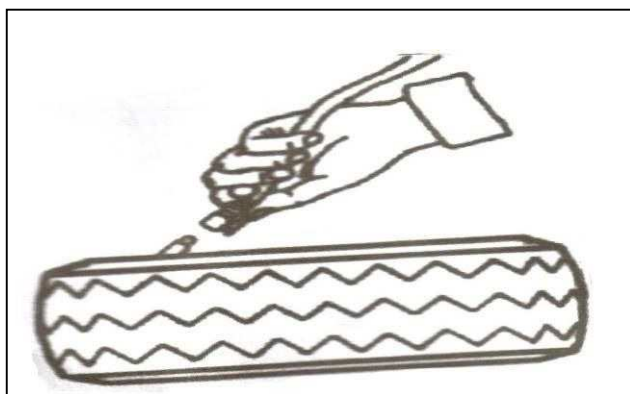

Рис. 23
2. Подсоедините шланг для накачивания к воздушному сердечнику шины. См. рис. 23.